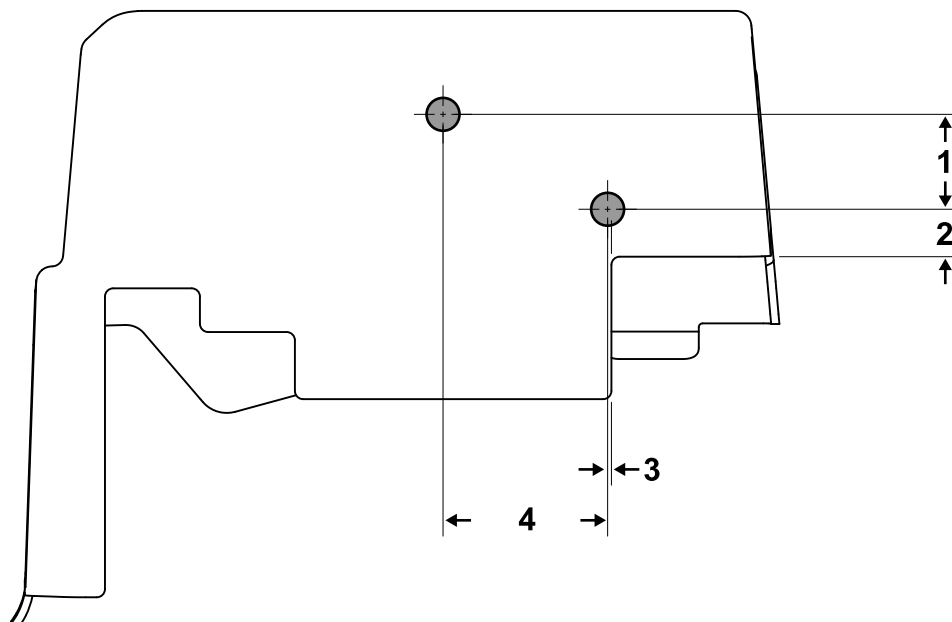

Рисунок 2
1. Просверлите 2 отверстия в левом боковом кожухе; см. размеры, показанные на Рисунок 2.